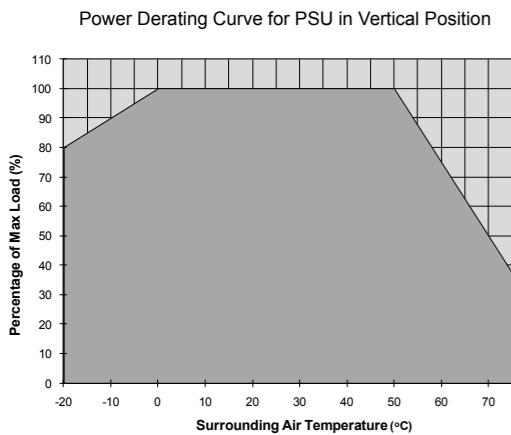

Figure 6
**5.4. Temperaturverhalten (Abb. 6)**